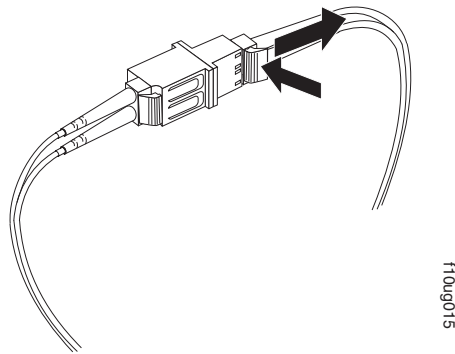

図 34. LC-SC ファイバー・チャネル・ケーブル・アダプターからの LC-LC ファイバー・チャネル・ケーブルの取り外し
2. コネクターを慎重に引っ張って取り外します。図 34 に示すように、LC-SC ケーブル・アダプターから LC-LC ケーブルを取り外すときには、ケーブルではなくコネクターをつかむようにしてください。